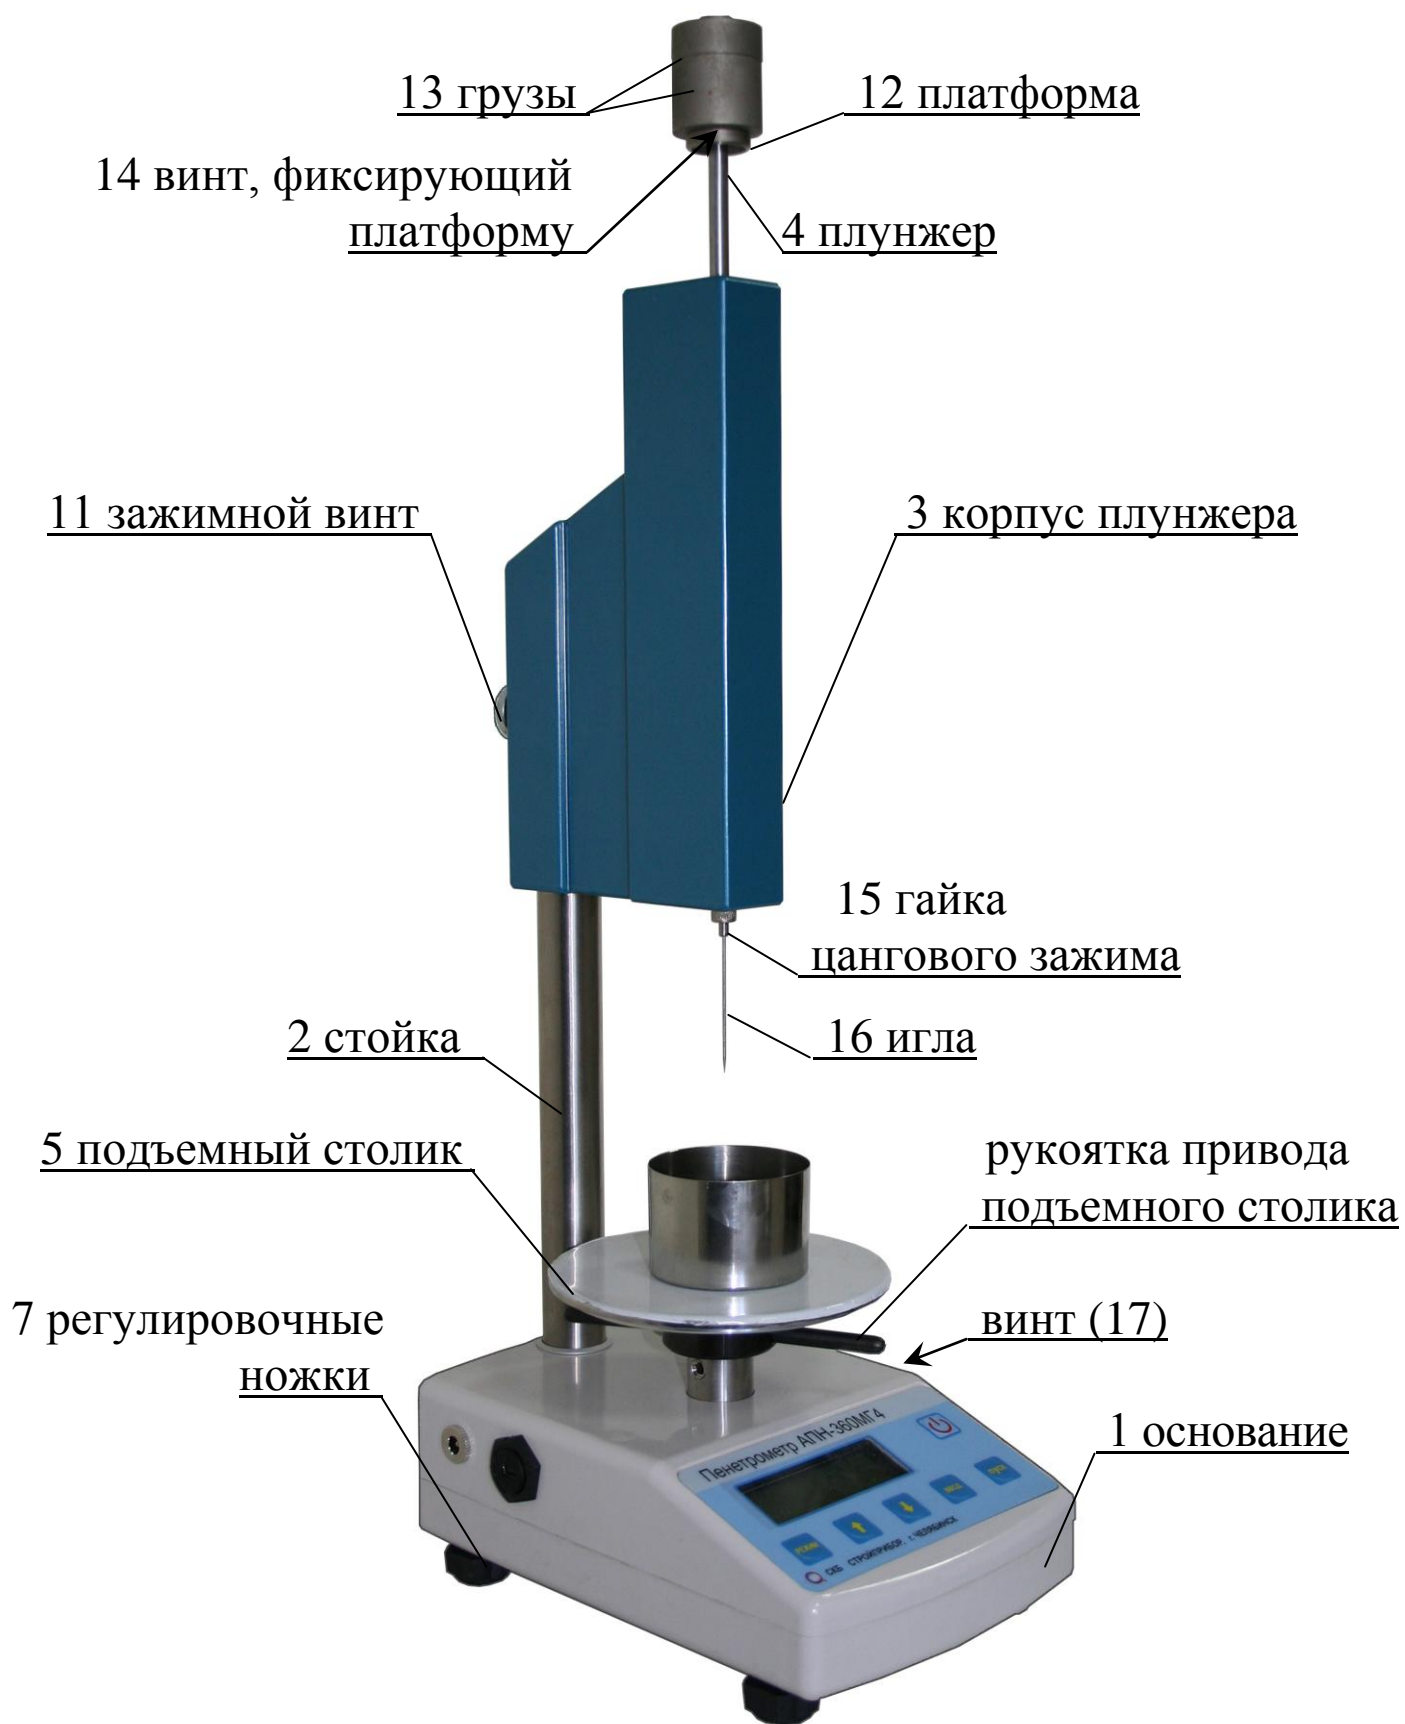

Рисунок 1 - Общий вид прибора АПН-360МГ4
1.4.1.7 На лицевой панели основания размещена (рис. 1) шильд-клавиатура с кнопками управления: **РЕЖИМ**, **ВВОД**, \uparrow , \downarrow , **Вкл** (\odot), **ПУСК**.
2.2.2 Шестигранным ключом на 3 мм (поставляется в комплекте с прибором) ослабить винт (17), расположенный на правой боковине основания (1) (см. рис. 1), повернуть корпус плунжера (3) вправо и ослабить гайку цангового зажима (15). Вставить иглу в цанговый зажим до упора и затянуть гайку (15), закрепив иглу в плунжере.